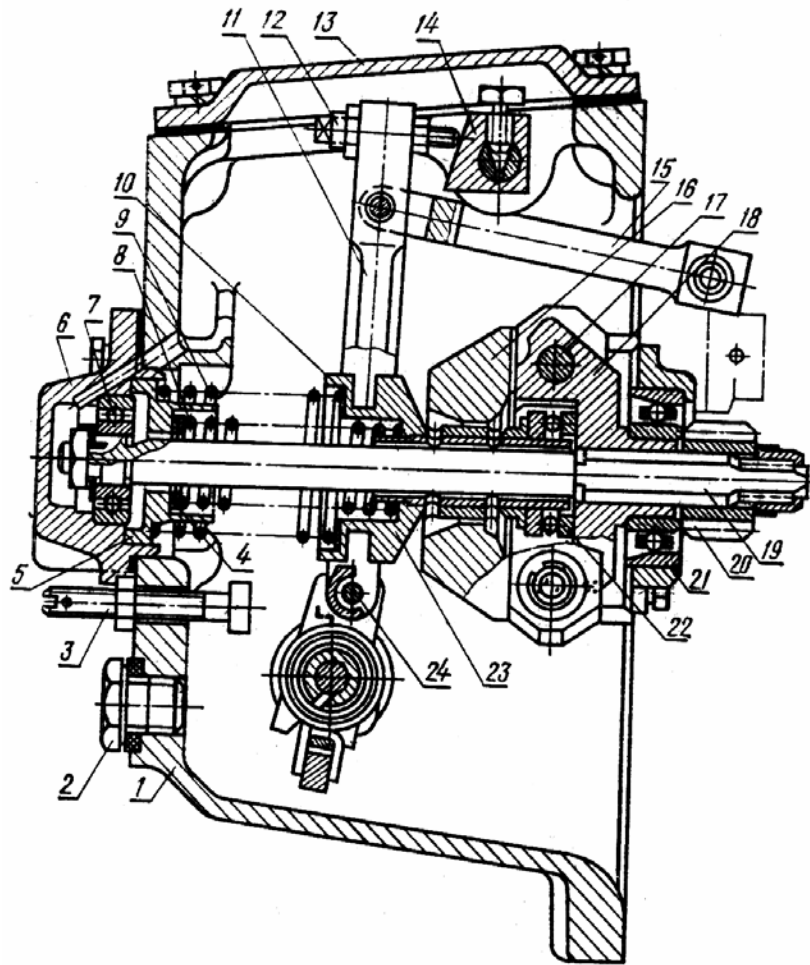

Рис. 4.20. Регулятор насоса 4ТН-9 х 10:
10. По плакату или рис. 4.20 учебника рассмотрите устройство и работу регулятора. С валом 19 вращаются грузики 16, рычаги которых упираются в муфту 23 поджатой двойной пружиной 9 и 8. Муфта связана с вилкой 11 рычага регулятора. Составной рычаг стремится сложиться под воздействием пружины корректора.